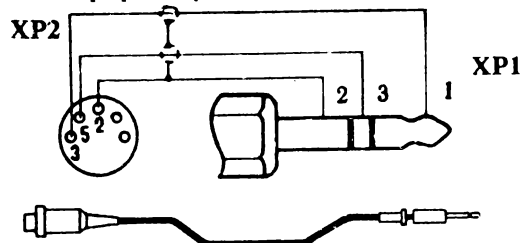

Рис. 2
3. Кабель соединительный (рис. 2)	1 шт.
Воспроизведение фонограмм в стереофоническом режиме производится через стереофонические наушники или через внешний усилитель звуковой частоты. Наушники должны иметь вилку типа ВС1-3-0-1 (справа на рис. 2).
### 5.2.1. Соединительный кабель (рис. 2)